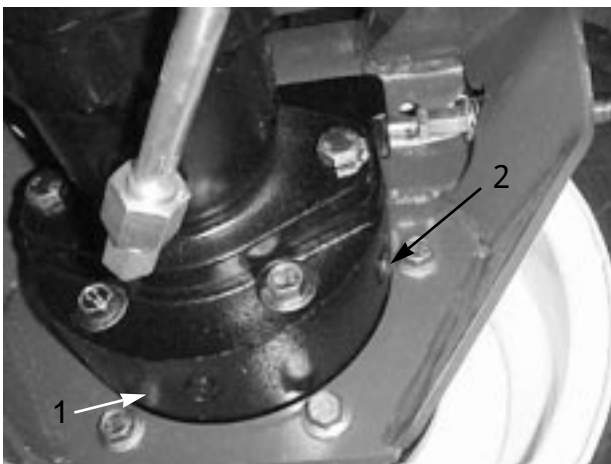

図 10
2. プラネタリに付いているプラグ (図9) とブレーキの裏側についているプラグ (図10) を抜き、ブレーキの前後で穴の高さまで油量があれば適正。